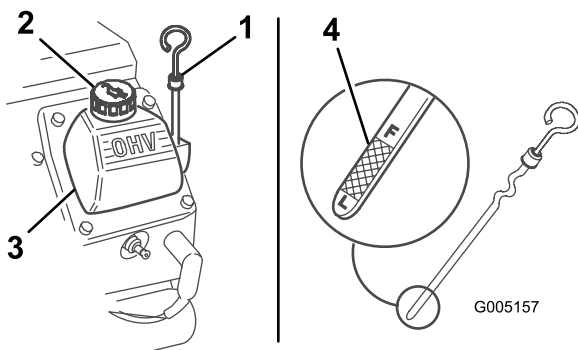

Figure 7
3. Nettoyez la surface autour de la jauge d'huile (Figure 7).
- Sortez la jauge d'huile et essuyez soigneusement l'extrémité métallique (Figure 7).
- Enfoncez la jauge complètement dans le tube (Figure 7).
- Si le niveau est bas, nettoyez la surface autour du bouchon de remplissage et enlevez le bouchon (Figure 7).
- Versez lentement une quantité d'huile suffisante dans le couvercle-culasse pour amener le niveau au repère du plein (F).